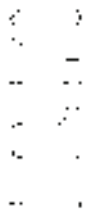

图 8-124 图形倒角
3) 图形倒角。单击“修改”工具栏中的“倒角”按钮, “角度”, “距离”模式, 对齿轮的左上角处倒角“C4”; 凹槽端口和孔口处倒角“C4”; 单击“修改”工具栏中的“圆角”按钮, 对中间凹槽底部倒圆角, 半径为“5”; 然后进行修剪, 绘制倒圆角轮廓线, 结果如图 8-124 所示。